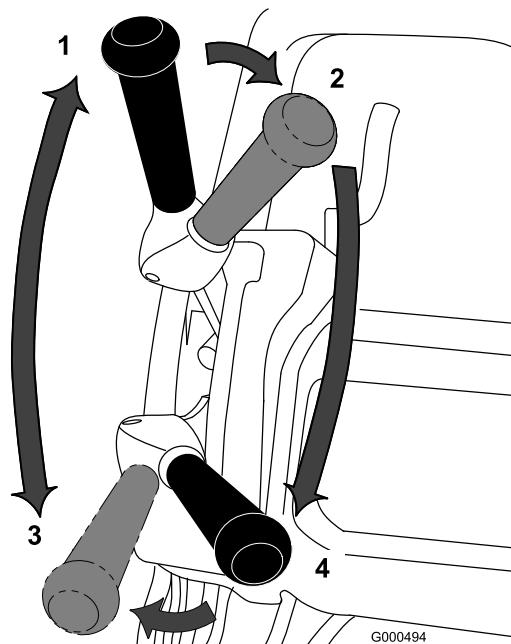

Figura 20
1. Arranque el motor, ponga el acelerador en Lento, empuje el manillar hacia abajo para elevar la unidad de corte, ponga la palanca de tracción en Engranada y lleve el cortacésped al borde del green (Figura 20).
2. Ponga la palanca de tracción en Desengranada y engrane la palanca de transmisión al molinete (Figura 20).
hasta que el cortacésped se desplace a la velocidad deseada, lleve el cortacésped al green, baje la parte delantera del cortacésped y empiece a segar (Figura 20).